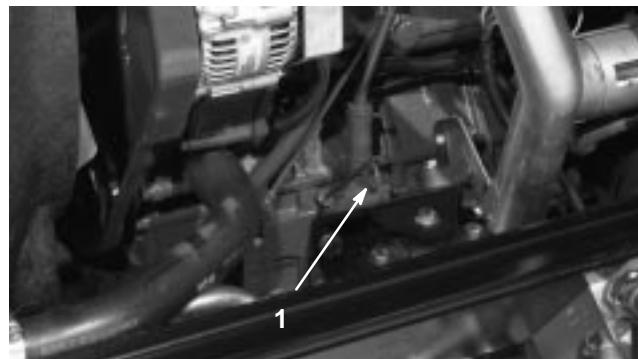

Figure 4
3. Sortez la jauge, essuyez-la sur un chiffon propre, replacez-la dans le goulot de remplissage, puis ressortez-la. Le niveau d'huile doit atteindre le repère du plein (FULL) (Fig. 4).